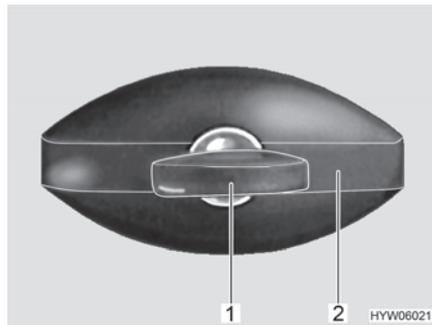

Fig. 36 Serrure du portillon (en forme d'ellipse, fermée)
- Insérer la clé dans le barillet (Fig. 36,1) et la tourner d'un quart de tour dans le sens inverse des aiguilles d'une montre. La poignée de la serrure (Fig. 36,2) ressort.